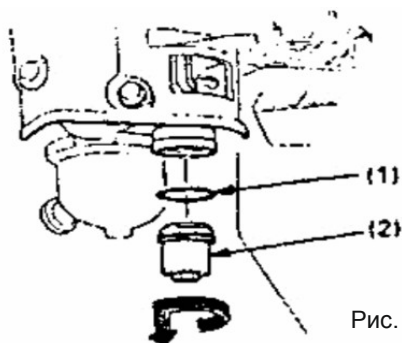

Рис. 10
Переместите топливный кран в положение «Закрыто» (OFF), открутите гайку топливного фильтра и снимите уплотнительное кольцо. Промойте детали в растворителе, тщательно прочистите их и снова установите на прежние места. Переместите топливный кран в положение «Открыто» (ON) и убедитесь, чтобы не было утечек (см. рис.10).